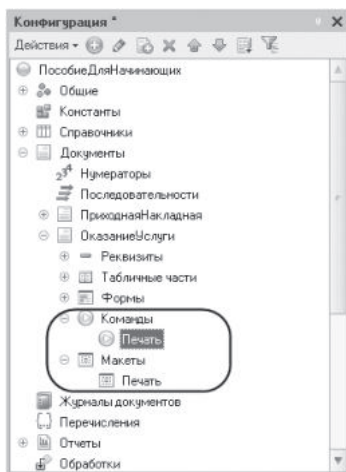

Рис. 8.7. Структура документа «Оказание услуги» в дереве объектов конфигурации
- Создана команда документа ОказаниеУслуги с именем Печать. В модуль этой команды помещен обработчик, вызывающий процедуру печати документа, выполняющуюся на сервере. Сама процедура печати помещена в модуль менеджера документа ОказаниеУслуги (рис. 8.7).